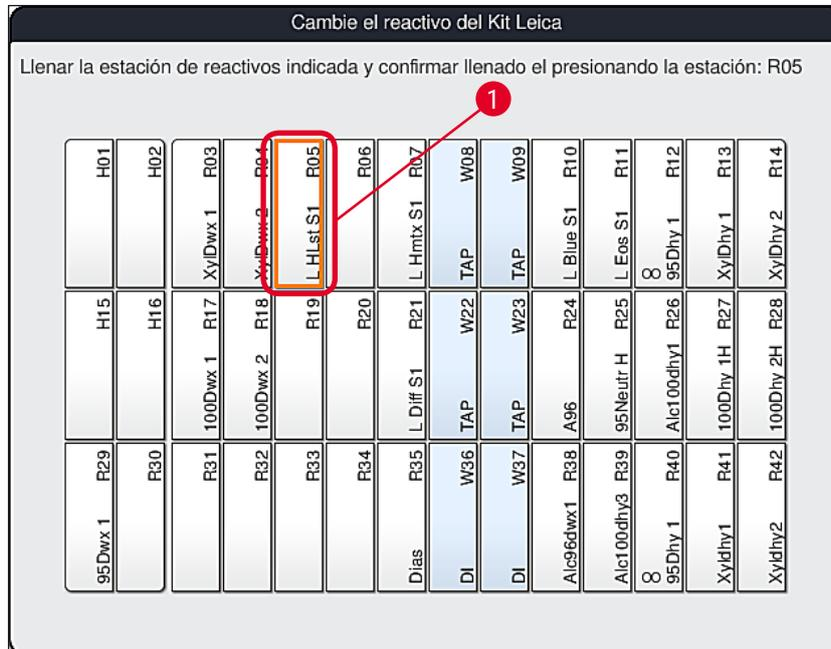

Fig. 58
3. En la nueva ventana **Cambie el reactivo del kit Leica** (→ "Fig. 58"), la estación que se debe llenar está marcada en naranja (→ "Fig. 58-1").